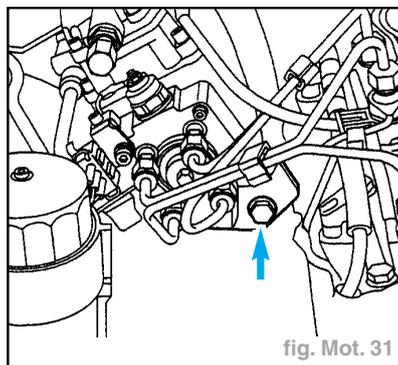

fig. Mot. 31
- Desserrer ensuite la vis de fixation de l'appui arrière (flèche) (fig. Mot. 31).